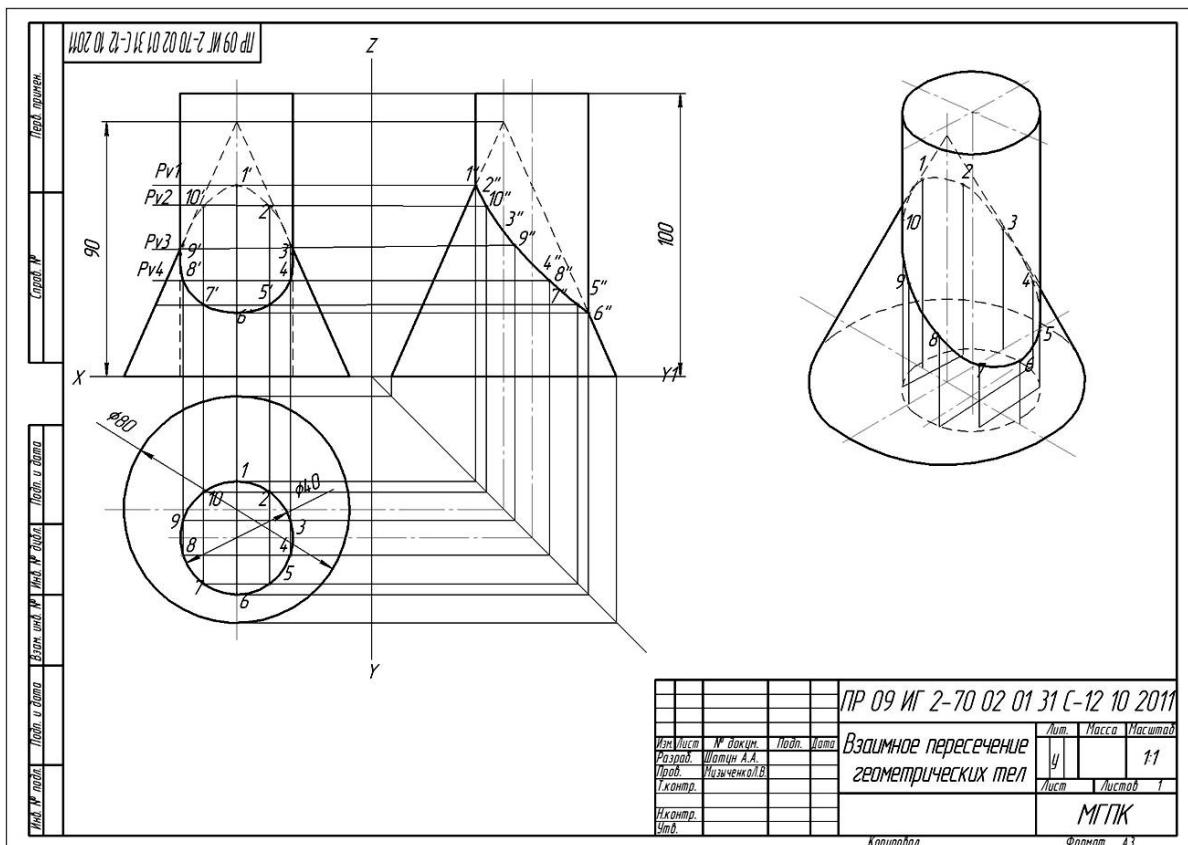

Рисунок 30 – Пример оформления графической работы
2. На формате А3 выполнить в тонких линиях исходные проекции заданных геометрических тел в масштабе 1:1. Пример оформления чертежа см. рис. 30.;